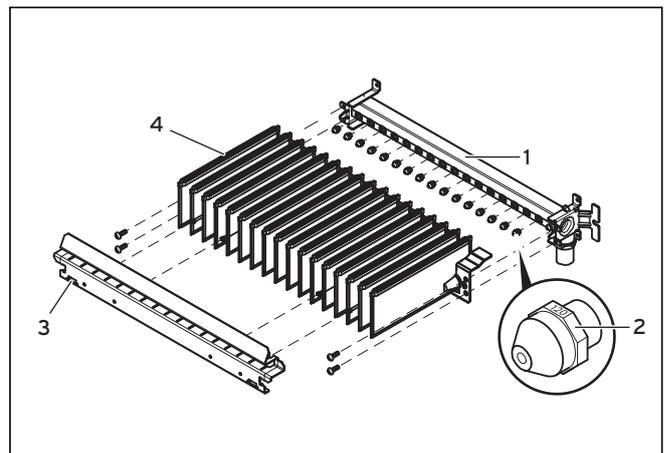

Fig. 6.4 Identification des injecteurs
- Mettez l'appareil en service selon la notice d'emploi et positionnez le sélecteur de température (6) sur température maximale en le tournant vers la droite.
- Vérifiez que les injecteurs qui ont été montés sont appropriés ; voir Fig. 6.4, Identification des injecteurs. Comparez à cet effet les données inscrites sur les injecteurs avec les indications du tableau de la section 10, Caractéristiques techniques. Vous devrez de plus éventuellement démonter le brûleur ; voir section 7.5, Nettoyage du brûleur.